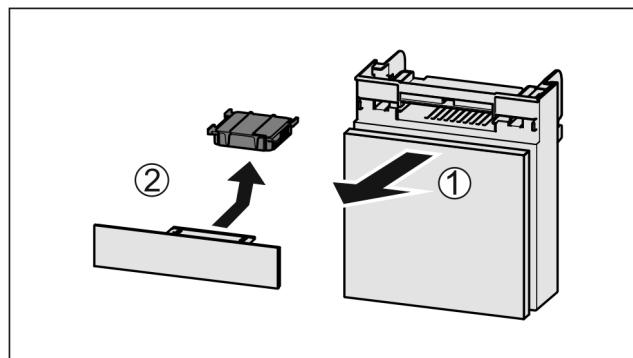

Fig. 185
- Pretinac izvucite Fig. 185 (1) prema naprijed.
- Izvadite filtari s aktivnim ugljenom Fig. 185 (2).